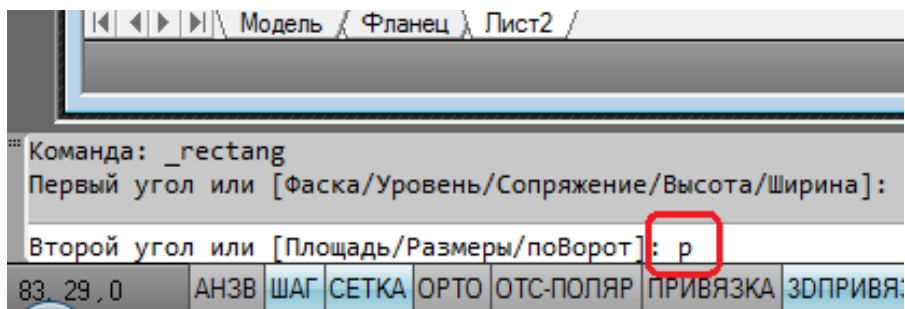

Рисунок 6.12
- выбрать ключ "Размеры": ввести "р" – Enter (рис. 6.12).